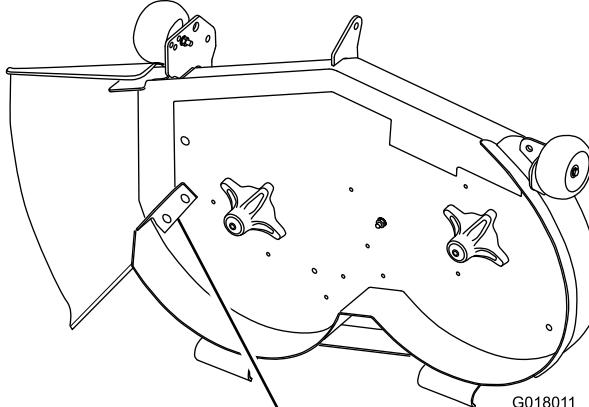

Figura 1
- Localice la placa deflectora en el orificio de descarga lateral de la carcasa de corte (Figura 1).